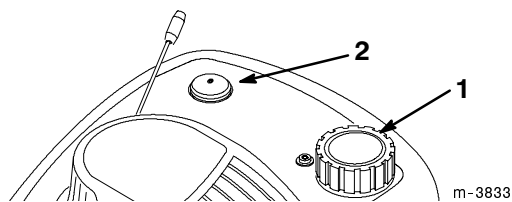

Figure 6
6. Nettoyer tout autour du bouchon du réservoir de carburant (Fig. 6).
3. Appuyer trois fois sur l'amorceur (Fig. 6), à environ deux secondes d'intervalle.